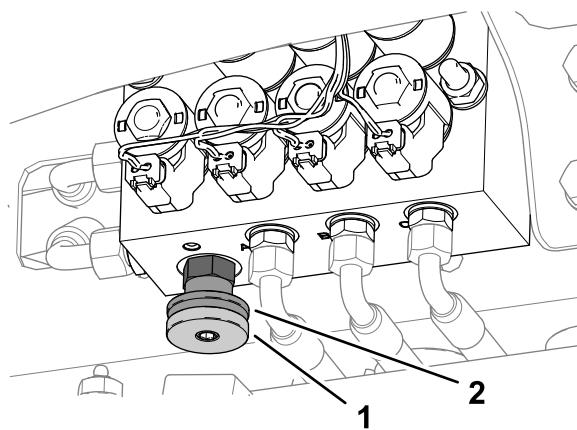

Figura 40
2. În partea stângă a mâinii, sub compartimentul de depozitare, slăbiți roata de blocare a colectorului de transfer al greutății cu  $\frac{1}{2}$  de rotație în sens invers acelor de ceasornic în timp ce ineți ferm roata manuală (Figura 40).
3. Rotii roata manuală de transfer de greutate (Figura 40) după cum urmează:
4. Strângeți roata de blocare (Figura 40).